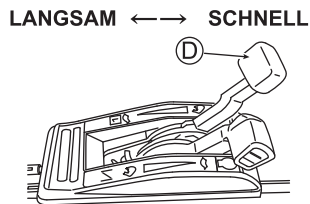

Abb. 20
5. Passen Sie die Mähgeschwindigkeit mithilfe des Ganghebels (D) an. (Siehe Abb. 20)